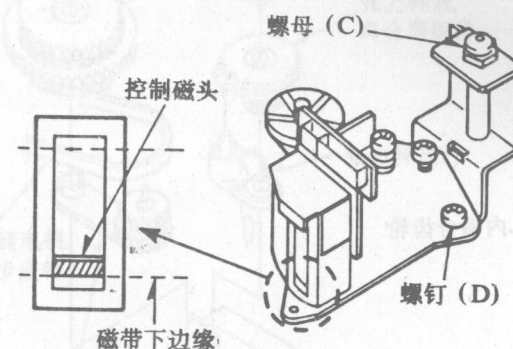
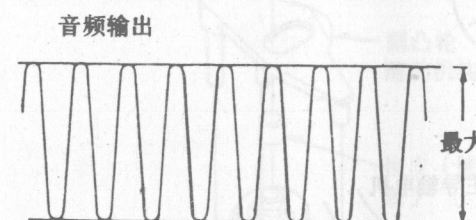

图 68
图 69
②如果不是, 则轻轻转动音 / 控磁头背后的螺母(C), 如图 68 所示, 使磁带沿着控制磁头下边缘运行(顺时针转动螺母(C)为降低磁头, 逆时针转动螺母(C)为
②重放校正用磁带的第二部分(6kHz音频信号部);
③调整螺钉(D), 如图 68 所示, 使输出电平为最大, 如图 69 所示。